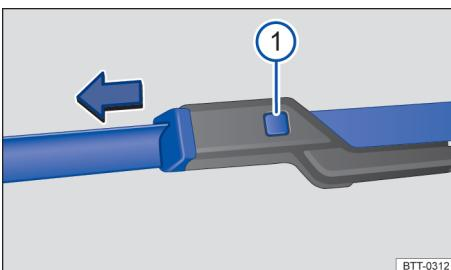

Fig. 203 Substituir as palhetas dos limpadores dos vidros do para-brisa.
- Manter o botão de destravamento pressionado e, ao mesmo tempo, puxar a palheta dos limpadores dos vidros para fora, no sentido da seta → Fig. 203 ①.